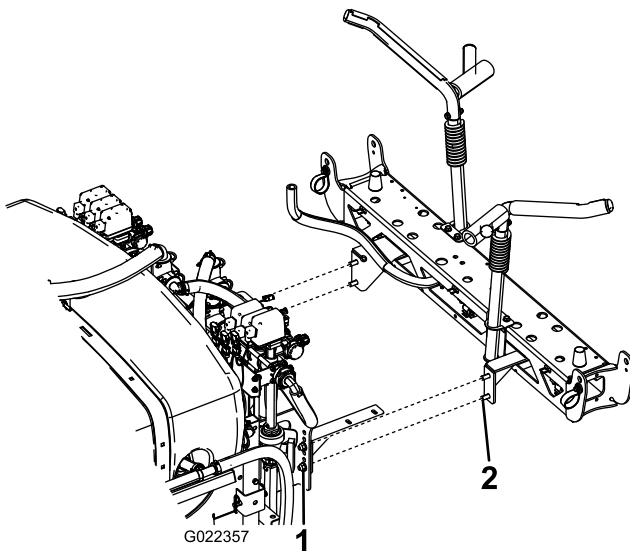

Bild 19
2. Befestigen Sie den mittleren Ausleger mit vier Schrauben ($\frac{1}{2}$ " x $1\frac{1}{4}$ ") und vier Sicherungsmuttern ($\frac{1}{2}$ ") im dritten Loch von unten in den Halterungen des Spritzsystems, wie in Bild 19 abgebildet.